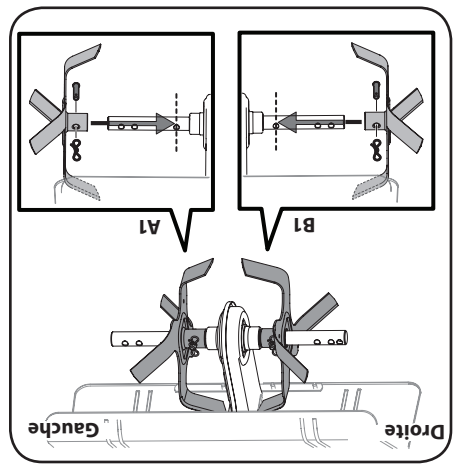

Figure 3-1
2. Placez-vous face au motoculteur et enfillez au maximum les dents notées A1 sur l'arbre de gauche. Ensuite, enfillez les dents notées B1 sur l'arbre de droite. Fixez chacune des dents avec une goupille fendue et un axe de chape (dans le sachet fourni avec le motoculteur). (Figure 3-1)